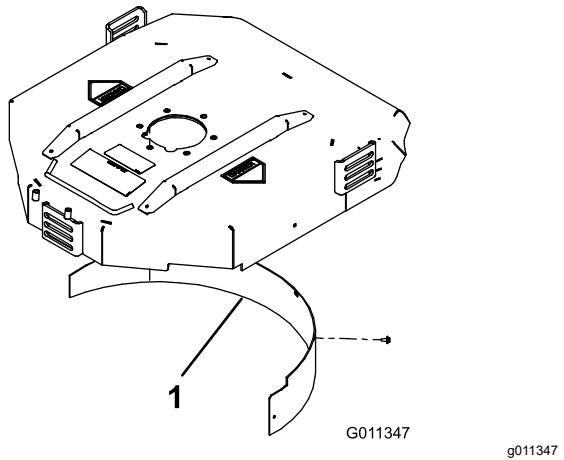

Figure 20
- Montez le déflecteur de mulching dans l'ouverture arrière et fixez-le avec 5 boulons à embase (Figure 20).